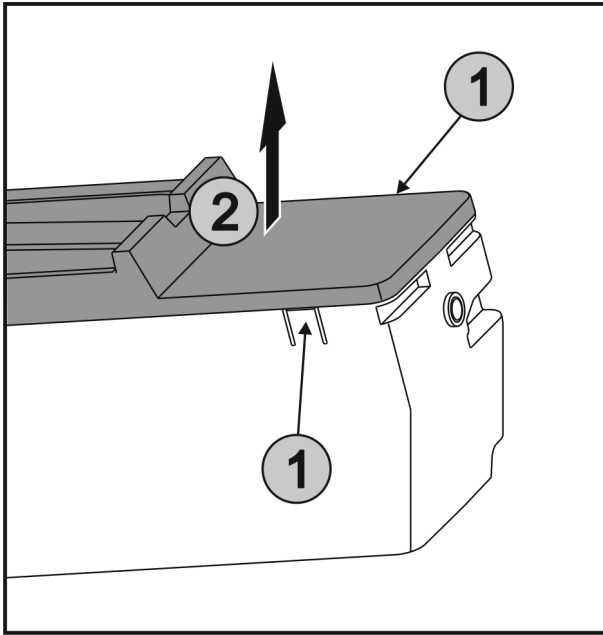

Fig. 38
- ▶ Presione simultáneamente las pestañas Fig. 38 (1) a ambos lados de EasyTwist-Ice y tire de la cubierta Fig. 38 (2) hacia arriba.